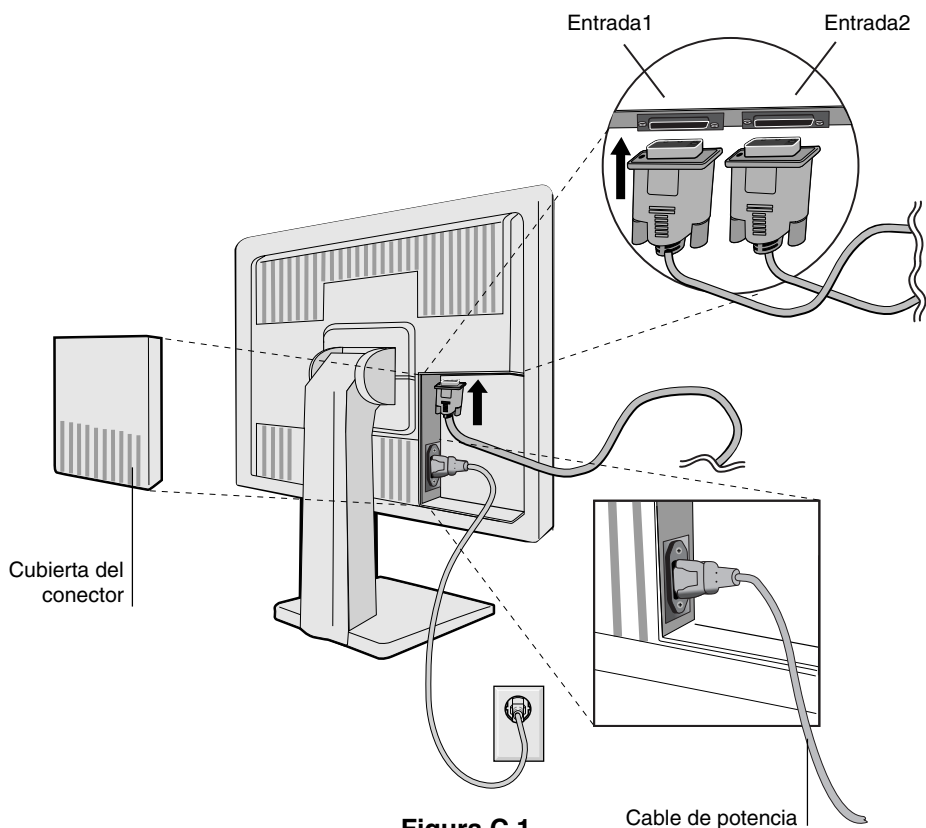

Figura C.1
3. Retire la cubierta de conectores. Conecte el cable de señal del mini D-SUB de 15 clavijas al conector situado en la parte posterior del monitor. Coloque el cable de señal de vídeo (**Figura C.1**).
4. Conecte un extremo del cable de potencia a la entrada de corriente alterna de la parte trasera del monitor y el otro extremo a la toma de corriente (**Figura C.1**). Vuelva a colocar la cubierta de conectores.